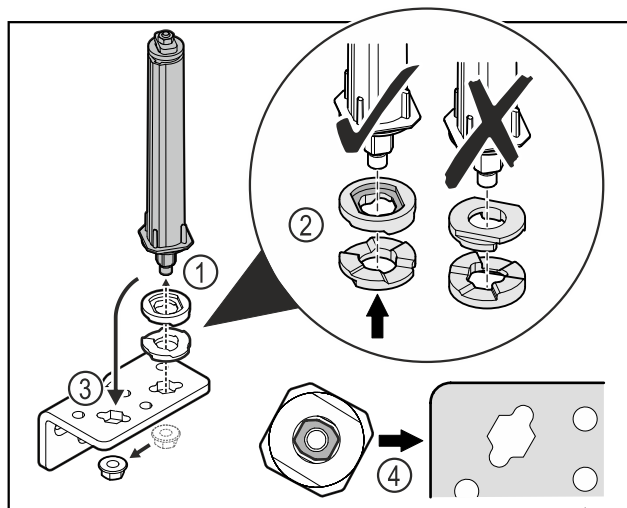

Fig. 33
- ▶ Otpustite maticu i skinite sustav zatvaranja vrata Fig. 33 (1).
- ▶ Pazite na ispravno poravnanje pločica za namještanje visine Fig. 33 (2).
- ▶ Premjestite sustav zatvaranja vrata u kutnim šarkama i pričvrstite ga maticom Fig. 33 (3).
- ▶ Pri umetanju pazite na ispravno poravnanje sustava zatvaranja vrata Fig. 33 (4).